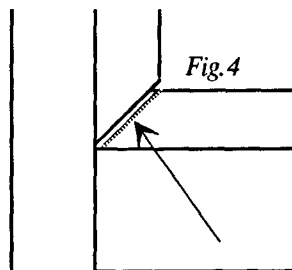

Fig.4
B. Assemblage jointif mais défaut dans la coupe d'onglet (fig. 4 et 5)
Puis, faites de même pour les faces C et D mais, cette fois, avec la cale N°2 (30 mm). Ceci afin de compenser les 15mm déjà enlevés sur A et B (figure 4).